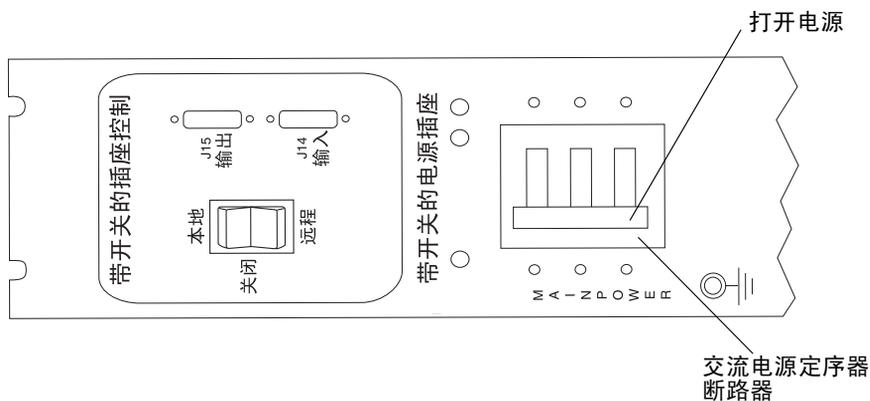

图 B-11 交流电源定序器控制面板：接通电源
8. 在基本机箱的前下方和后下方，将交流电源定序器的断路器向上推到打开位置（图 B-11）。